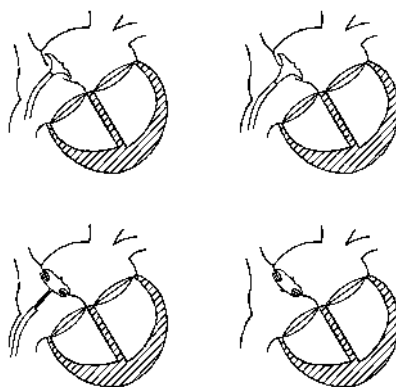

Рисунок 6 Иллюстрация имплантации окклюдера
- Под флюороскопическим и эхокардиографическим руководством развернуть диск левого предсердия и талию и осторожно потянуть устройство к межпредсердной перегородке, что можно почувствовать, а также наблюдать при ультразвуковой визуализации. Затем иммобилизовать доставляющий кабель, оттянуть систему интродьюсера и развернуть диск правого предсердия. Оттянуть системы интродьюсера примерно на 15 см. Мягкое движение вперед и назад с помощью доставляющего кабеля проверяет надежное положение через дефект межпредсердной перегородки, что также можно наблюдать с помощью ТТЭ или ТЭКГ (см. Рис. 6). Убедиться в правильности размещения. Если размещение устройства неудовлетворительно или если устройство не восстанавливает свою первоначальную форму, втянуть устройство в систему интродьюсера и развернуть его заново или заменить новым устройством.